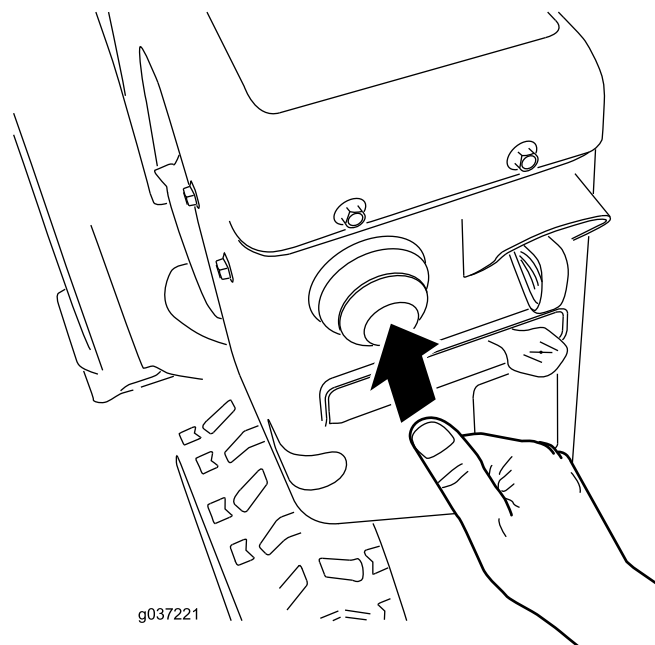

Рисунок 26
4. Выполните указанное ниже в таблице количество прокачек, с усилием нажимая кнопку заливного насоса большим пальцем и каждый раз на секунду удерживая ее в нажатом состоянии перед отпусанием (Рисунок 26).